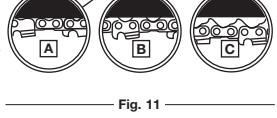

Fig. 11
- NOTA:** Una cadena y barra nueva requerirán un reajuste después de por lo menos 5 cortes. Esto es normal dentro del periodo de acondicionamiento, y el intervalo dentro de los próximos ajustes se alargará pronto (Fig. 11).